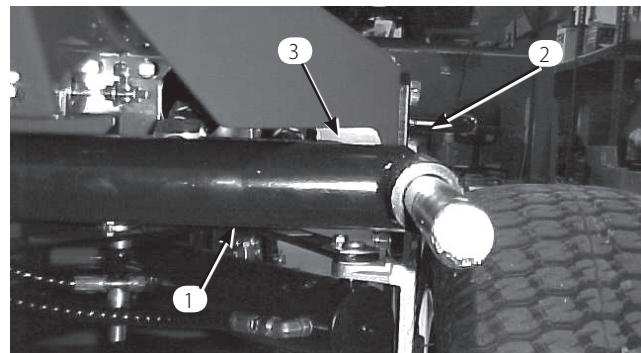
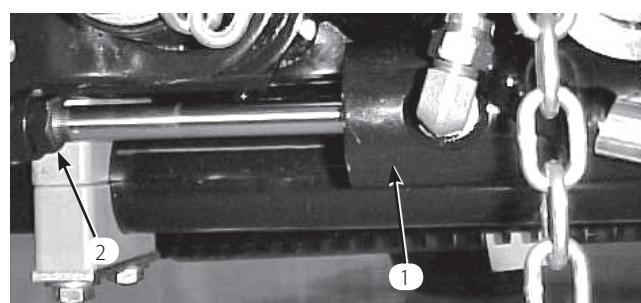
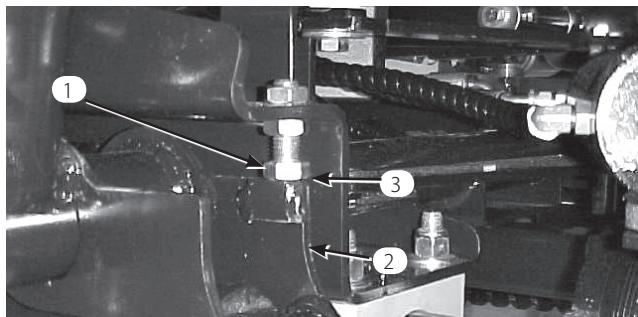

図 20
図 21
図 22
1. エンジンを始動し、昇降アームを上昇させ、各昇降アームとフロア・プレート・ブラケットの間のすきまが 46 ～81 cm であることを確認する（図20）。このすきまが所定範囲にない場合は、ストップ・ボルト（図22）を戻し、シリンダを調整してすきまを作る。シリンダの調整は、シリンダについているジャムナットを戻し（図21）、ロッドの端部からピンを抜いてクレビスを回転させて行う。調整が終わったらピンを取り付けて隙間の大きさを確認し、必要に応じ、上記の調整手順を繰り返す。クレビスのジャム・ナットを締める。
2. 各昇降アームとストップボルトとのすきまが 005"-040" の間にあるかどうか点検する（図22）。この範囲になければストップボルトを調整する。